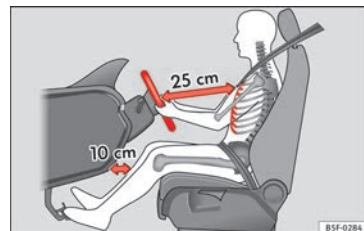
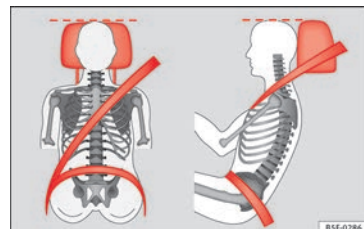

Fig. 64 Distancia correcta entre el conductor y el volante.
Fig. 65 Banda del cinturón y apoyacabezas ajustados correctamente.
- Realice el ajuste del asiento de tal modo que el volante quede como mínimo a 25 cm del tórax » fig. 64 y que pueda asir el volante lateralmente por la parte exterior con las dos manos y los brazos ligeramente flexionados.
xionadas y que las rodillas queden, como mínimo, a 10 cm del tablero de instrumentos » fig. 64.
Mantenga la nuca lo más cerca posible del apoyacabezas » fig. 64 y » fig. 65.
Ajuste la distancia correcta entre el conductor y el volante » fig. 64 con la ayuda de los mandos situados en el asiento del conductor » fig. 12.